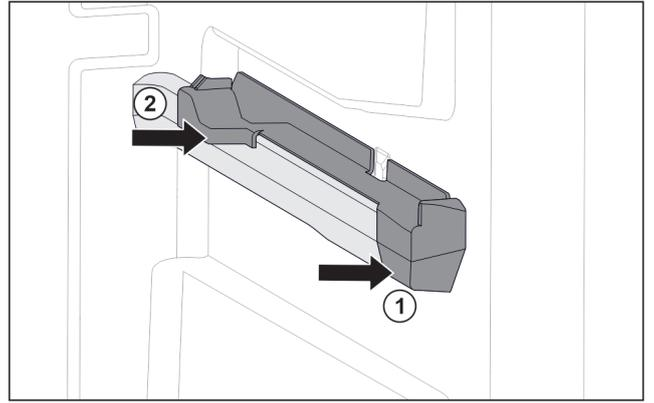

Fig. 94 右侧容器肋梁上的插装件
- ▶ 将插装件前部放到容器肋梁上。 Fig. 94 (1)
- ▶ 压紧插装件后部。 Fig. 94 (2)